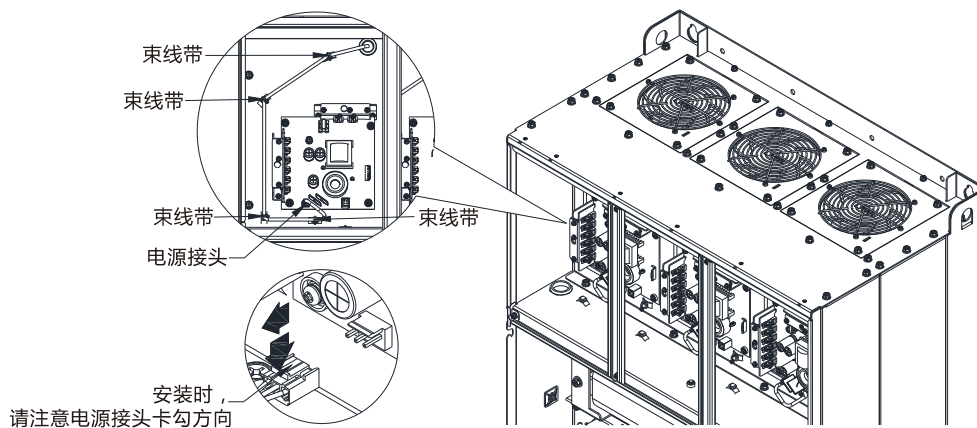

图 3
3. 按压卡勾, 移除电源接头与剪除束线带 (如图 3 及放大图)